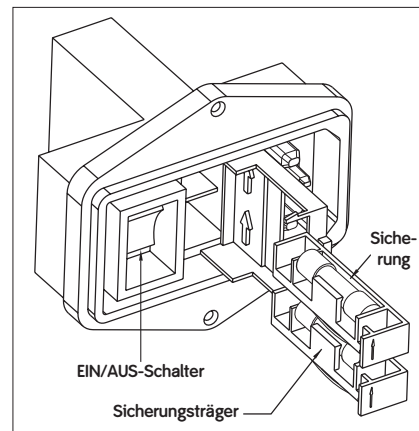

Abbildung 44. Wechselstrom-Steckbuchse mit Sicherungen
2. Öffnen Sie die Klappe des Sicherungsfachs an der Wechselstrom-Steckbuchse mit einem Schraubenzieher, und ziehen Sie die beiden Sicherungsträger heraus (Abbildung 44). Beachten Sie den Abschnitt „Anordnung der Elemente auf der Rückseite“, um die Wechselstrom-Steckbuchse auf der Rückseite zu finden.